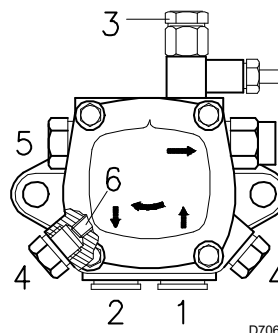

Fig. 18
7.3 Pompe (Fig. 18)
- Pour que la pompe puisse s'auto-amorcer, il est indispensable de desserrer l'une des vis 3 (Fig. 18) de la pompe pour purger l'air contenu dans le tuyau d'aspiration.
14 bar : pour augmenter le débit de combustible ou pour avoir des allumages sûrs même à des températures inférieures à 0 °C. Pour modifier la pression de la pompe, agir sur la vis 5)(Fig. 18 page 19).